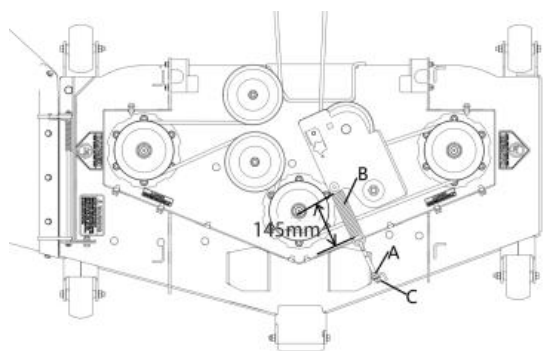

Fig. 19
La tensione della cinghia è impostata in fabbrica, ma potrebbe essere necessario regolarla dopo la prima ora di utilizzo iniziale. Controllate periodicamente la corretta tensione della cinghia, seguendo la procedura di seguito (vedi Fig. 19).
- Allentate il controdado (A) e regolare il dado (C) per modificare la tensione della cinghia.
- Per aumentare la tensione della cinghia ruotate il dado (C) in senso orario e per diminuirla, ruotate il dado in senso antiorario (vedi Fig. 19).
- Per un corretto tensionamento della cinghia, la lunghezza della molla di rinvio (B) dovrebbe misurare circa 145 mm.
- Una volta raggiunta la corretta tensione della cinghia, serrate il controdado (A).